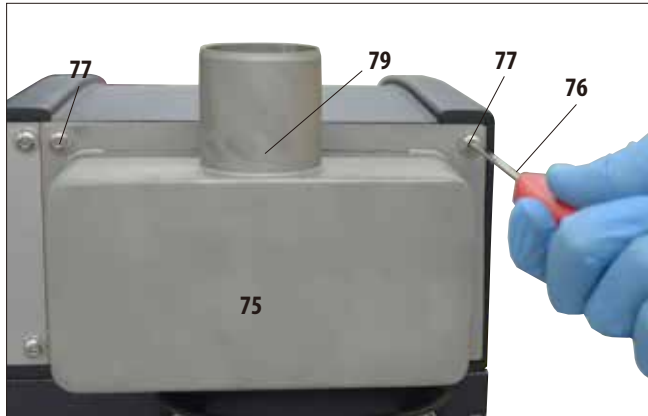
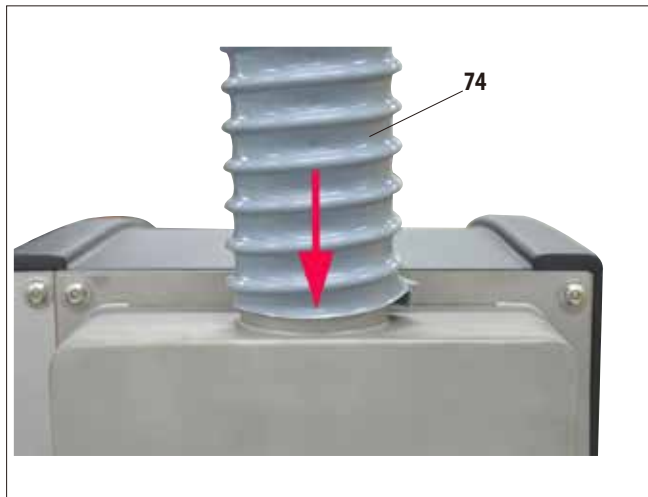

Fig. 23
Fig. 24
- Acum atașați un capăt al furtunului de evacuare (74) la tubul îndreptat în sus (79, Fig. 23) al flanșei și împingeți-l în jos până la maxim (Fig. 24).